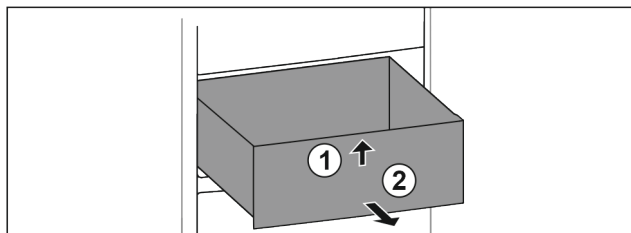

Fig. 102
- ▶ Schubfach vorne anheben. Fig. 102 (1)
- ▶ Schubfach nach vorne entnehmen. Fig. 102 (2)